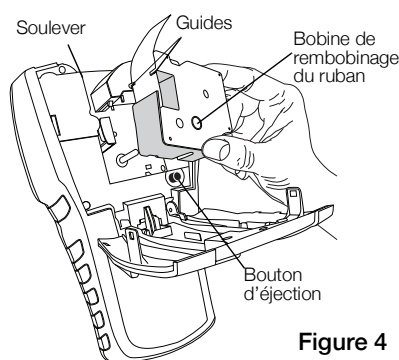

Figure 4
- 2 Appuyez sur le bouton d'éjection de la cassette (voir Figure 4). La cassette d'étiquettes est soulevée de l'imprimante.